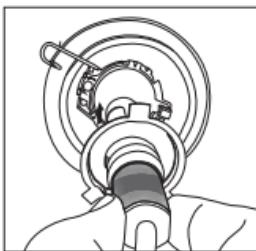

Рис. 4
- 5.4 Установите лампу LED4 в патрон фары, как показано на рис. 4.